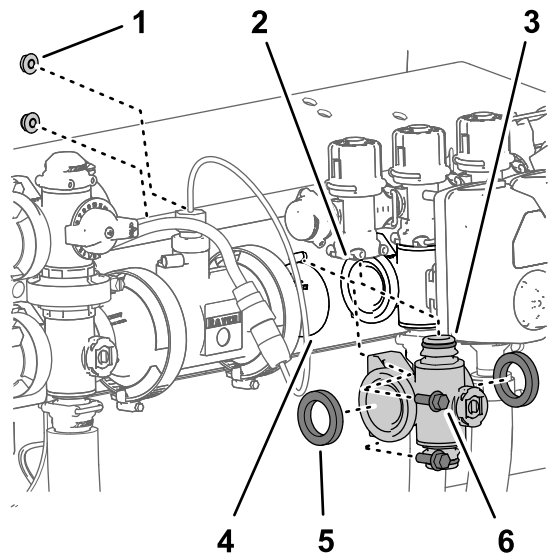
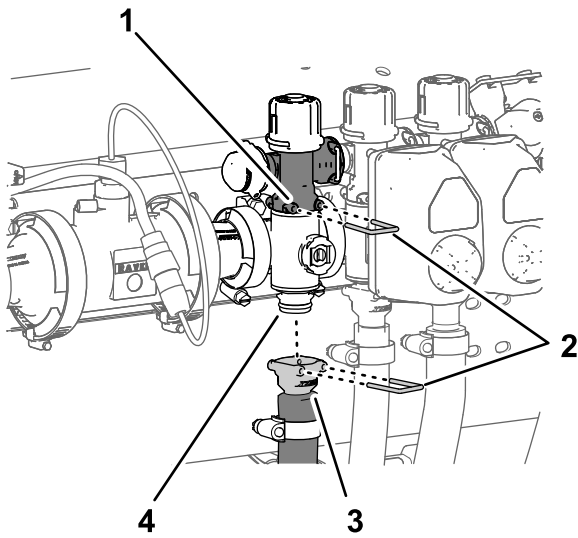

Figura 117
Figura 118
1. Alinee las 2 juntas que retiró en Retirada del distribuidor de sección \(página 84\) con las bridas del distribuidor de la válvula de sección (Figura 117).
2. Alinee la brida del distribuidor de la válvula de sección entre las bridas de las otras válvulas de sección y/o los adaptadores de acoplamiento (Figura 117).
3. Conecte el acoplamiento rápido del distribuidor de la válvula de sección al acoplamiento rápido hembra de la válvula de desvío de sección con una grapa (Figura 117 y Figura 118).
las válvulas (Figura 117) con los 2 pernos con arandela prensada ($\frac{1}{4}'' \times \frac{3}{4}''$) y las 2 tuercas con arandela prensada ($\frac{1}{4}''$) que retiró en Retirada del distribuidor de sección \(página 84\).
- Monte el acoplamiento rápido de la manguera de sección en el acoplamiento rápido del distribuidor de la válvula de sección con la grapa (Figura 118).